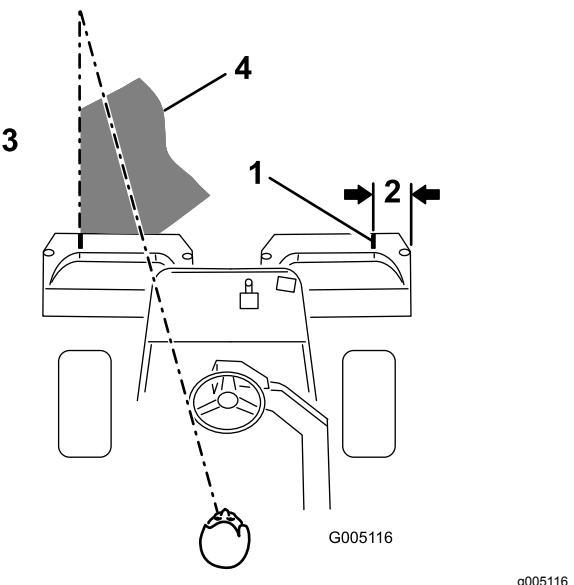

図 21
**注** グリーン内をぶれずにきれいに直進し、刈り込みの済んだ列との距離を一定に保って走るためにには、車体前方 1.8 から 3 m のところに視線を置いて、刈り込み済みの済んでいる列にラインを合わせるようにするのがコツです 図 21。ハンドルを目印にして距離を合わせても良いでしょう。その場合、ハンドルの縁と本機前方の目標ラインとを重ねて見ながら運転します。